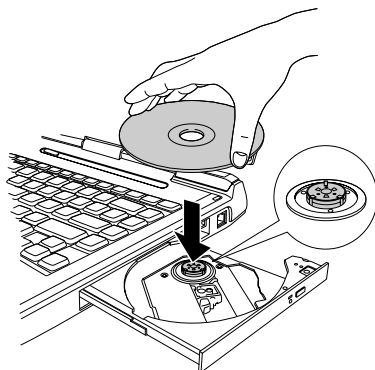

图4-6 放入CD/DVD
**注意** 当托架完全打开后，电脑的侧边缘会超出CD/DVD托盘一点。因此CD/DVD放入托盘后需转动一个角度，像图4-6中那样确保CD/DVD盘片平放。